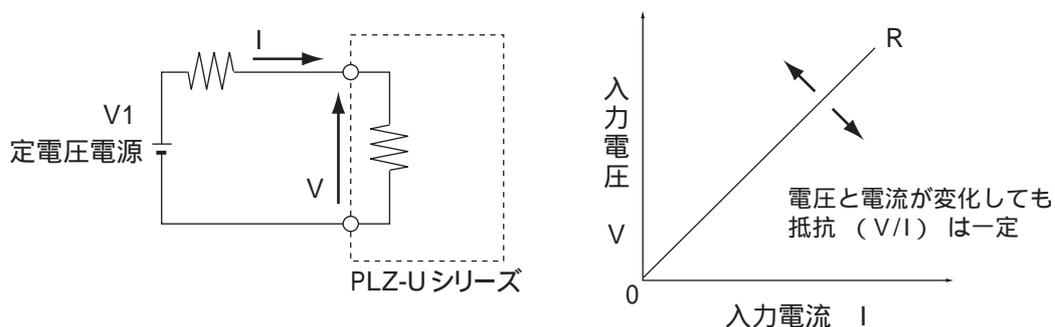

図 A-4 定抵抗負荷の等価回路と動作
本機を定抵抗モード (CR) で使用すると、図 A-4 のように本機は抵抗負荷として動作します。定電圧源の電圧 (V_1) が変化すると、設定した抵抗値 R により、 $I=V/R$ になるように電流を流す動作になります。
定抵抗モード (CR) を使用して、図 A-4 における定電圧電源の負荷特性を調べる場合を考えてみます。